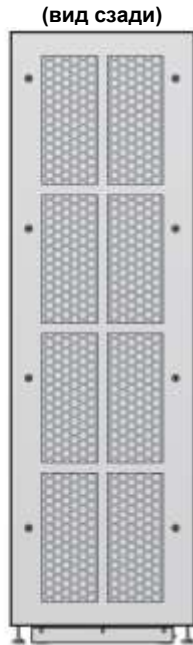

Рисунок 5-5: Вид ИБП сзади
- 1 Открутите восемь винтов М5 для снятия задней панели (см. **Рисунок 5-5** и **Рисунок 5-6**). После снятия задней панели будут видны входные клеммы питания переменного тока и входные клеммы байпаса, как показано на **Рисунке 5-7**.